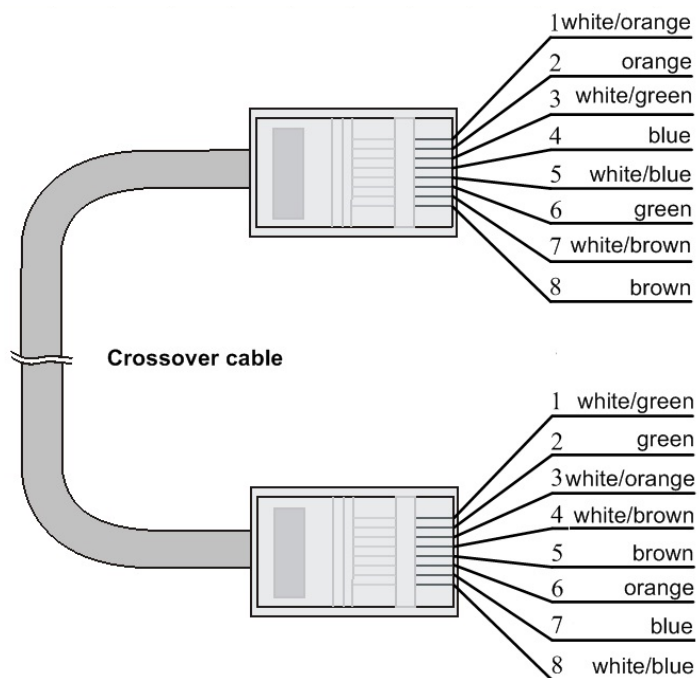

図 8-3 クロスケーブル（10Base-T/100Base-TX/1000Base-T）
- クロスケーブル**：10/100/1000BASE-T クロスケーブルの結線を図 8-3 に示します。10/100/1000BASE-T クロスケーブルは、100BASE-TX のクロスケーブルと結線が異なります。100BASE-TX のクロスケーブルは片端のピン配置が 568B 規格ですが、もう片端のピン配置は 568A 規格に従います。一方、10/100/1000BASE-T クロスケーブルの片端のピン配置は 568B 規格に従いますが、もう片端は 568A ではありません。